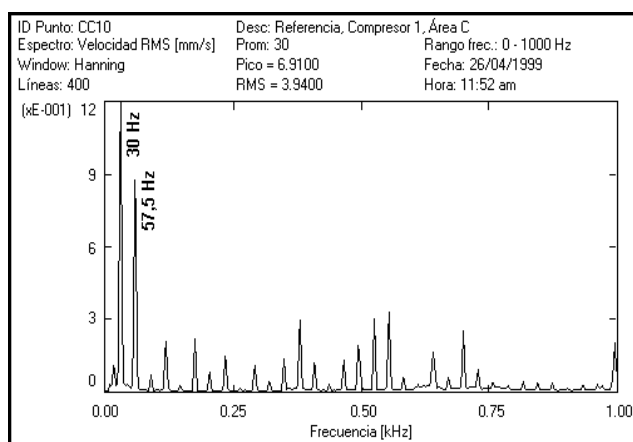

Figura 1. Espectro de referencia del compresor
La Figura 1 muestra un espectro típico, obtenido en el punto de referencia de uno de los compresores estudiados. En él se observa que la menor frecuencia a aislar es de 30 Hz. De manera que, con el concurso de la conocida expresión (1) se pudo calcular la eficiencia del aislamiento, obteniéndose como resultado un 97,8 % de eficiencia.